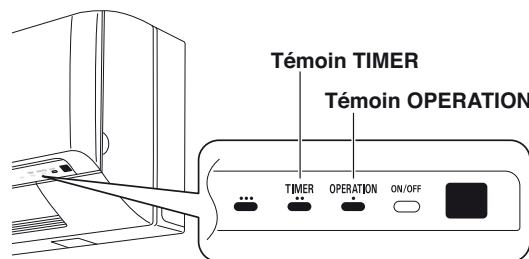

Fig. 59c
- Le ventilateur commence à produire de l'air forcé non refroidi et les 3 témoins (OPERATION (Marche), TIMER (Minuterie), et  ) en clignotement sur le climatiseur. (Fig. 59c)